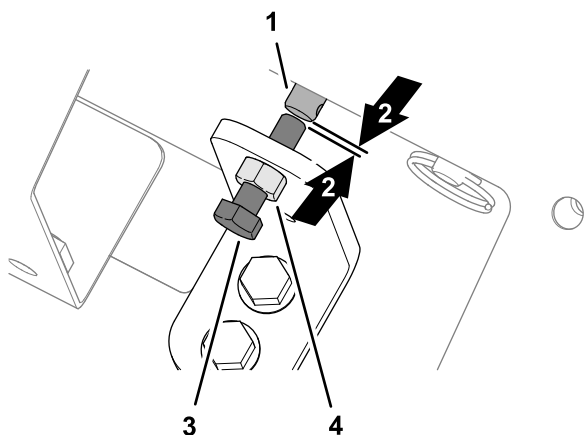

Figure 34
- Desserrez l'écrou de blocage sur le support de commande manuelle (Figure 34).
- Tournez la vis à tête hexagonale de neutralisation de la vanne dans le sens antihoraire jusqu'à ce qu'un petit espace apparaisse entre le bout de la vis et le bout de la tige du solénoïde de vitesse de la bande (Figure 34).
- Resserrez l'écrou de blocage (Figure 34).